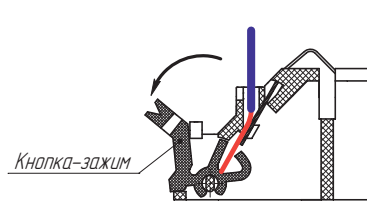
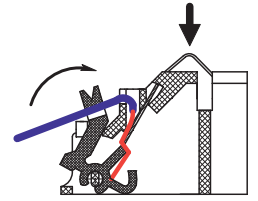

Рисунок 1
Рисунок 2
Кнопки-зажимы контактов 3 и 4 (маркировка контактов выполнена на контактной группе) предназначены для подключения «-» ШС. В состоянии поставки кнопки-зажимы находятся в отжатом положении, освобождая каналы для ввода проводов (см. рисунок 1) Подключение проводов ШС проводить в следующей последовательности: - ввести в канал провод и зафиксировать его, поджав кнопку- зажим до упора (см. рисунок 2);
- проверить надежность соединения для чего необходимо надавить на изгиб контакта, имитируя нажим датчиком (см. рисунок 2) и потянуть провод на себя;
- завести провод в паз, расположенный на кнопке-зажиме (см. рисунок 2).